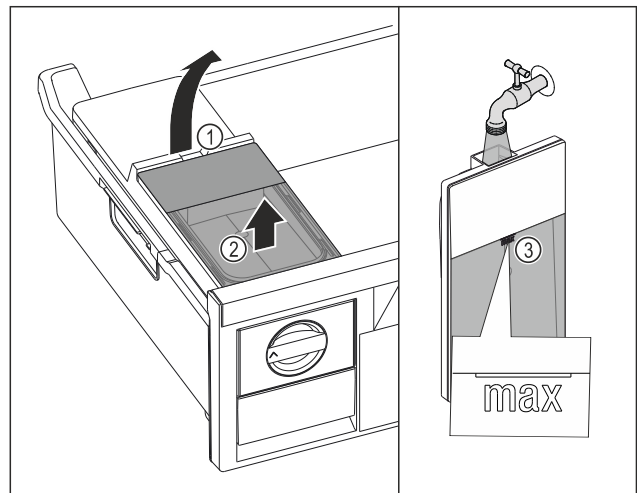

Fig. 121
- ▶ Sollevare il serbatoio dell'acqua dalla cavità Fig. 121 (1).
- ▶ Rimuovere il serbatoio dell'acqua estraendolo verso l'alto. Fig. 121 (2)
- ▶ Riempire il serbatoio dell'acqua con acqua potabile fino al contrassegno Fig. 121 (3).